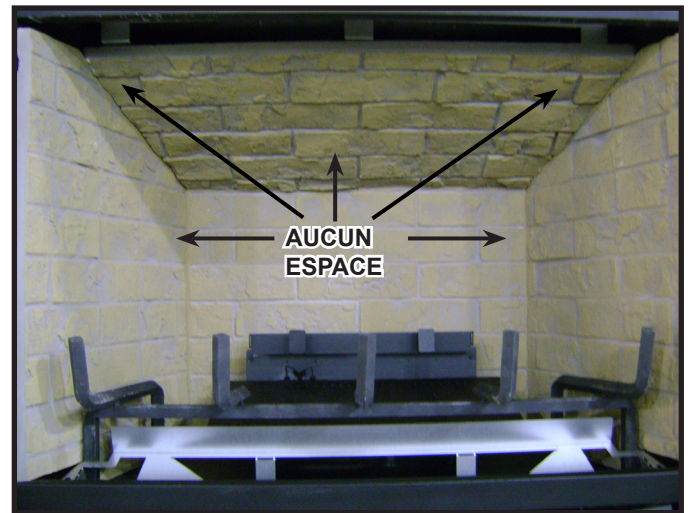

Figure 7
**Bûche n° 3 (SRV2164-703):** Introduisez la protubérance située à gauche sur le dessous de la bûche n° 3 dans la rayure située au haut de la bûche n° 1. Une fois la rainure et la languette fixées l'une à l'autre, placez la barre horizontale de la grille de l'âtre dans la rainure au bas de la bûche n° 3, et glissez la bûche n° 3 vers la gauche jusqu'à ce qu'elle repose contre la dent à l'extrémité gauche de la grille de l'âtre (voir la figure 7).
**Bûche n° 3 (SRV2168-703)** : Introduisez la protubérance située à gauche sur le dessous de la bûche n° 3 dans la rayure située au haut de la bûche n° 1. Une fois la rainure et la languette fixées l'une à l'autre, placez la barre horizontale de la grille de l'âtre dans la rainure au bas de la bûche n° 3 avec le barreau de grille horizontal et la grille de l'âtre à l'extrême droite. La bûche n° 3 reposera sur la dent et la barre horizontale de la grille de l'âtre (voir figure 7).